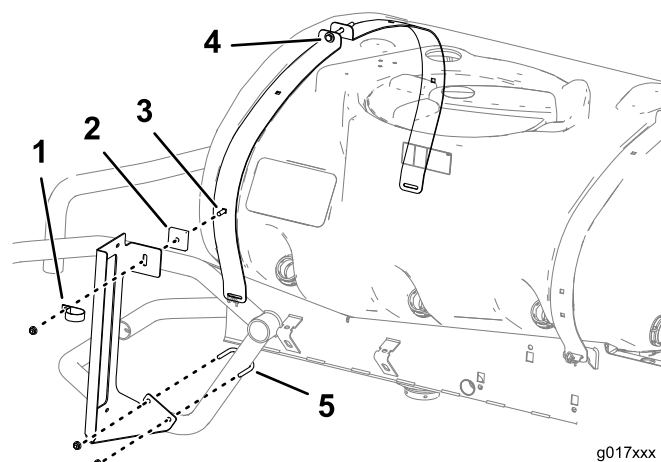

Figure 1
1. Desserrez le boulon sur le sommet de la sangle (Figure 1).
2. Insérez le boulon de carrosserie dans la sangle de la cuve du pulvérisateur (Figure 1).
3. Glissez l'entretoise sur le boulon et placez le support sur le boulon, comme montré à la Figure 1.
5. Placez l'étrier fileté sur la machine, comme montré à la Figure 1.